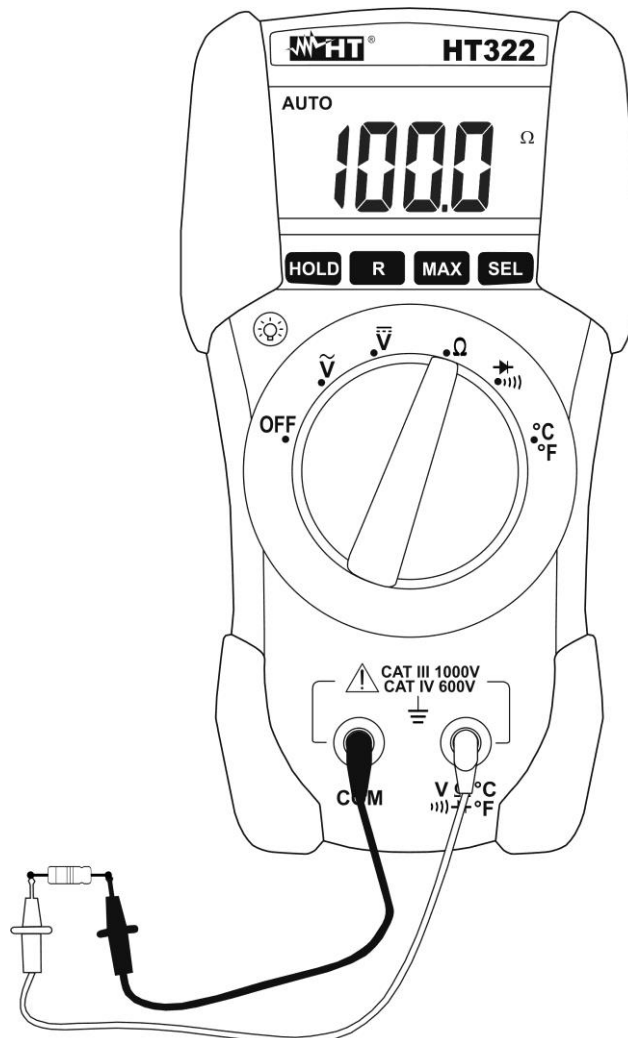

Fig. 4: Uso do instrumento para medir Resistências
3. Inserir o cabo vermelho no terminal de entrada **V Ω** (para HT321) ou **V Ω** (para HT322) e o cabo preto no terminal de entrada **COM** (ver Fig. 4).
7. Colocar as ponteiros nos pontos pretendidos do circuito em exame (ver Fig. 4)